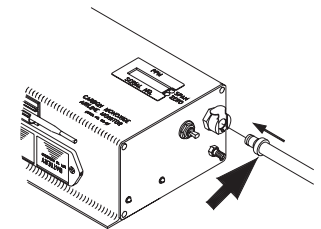

Figura 12
2. Conecte el conector en el monitor (figura 12).